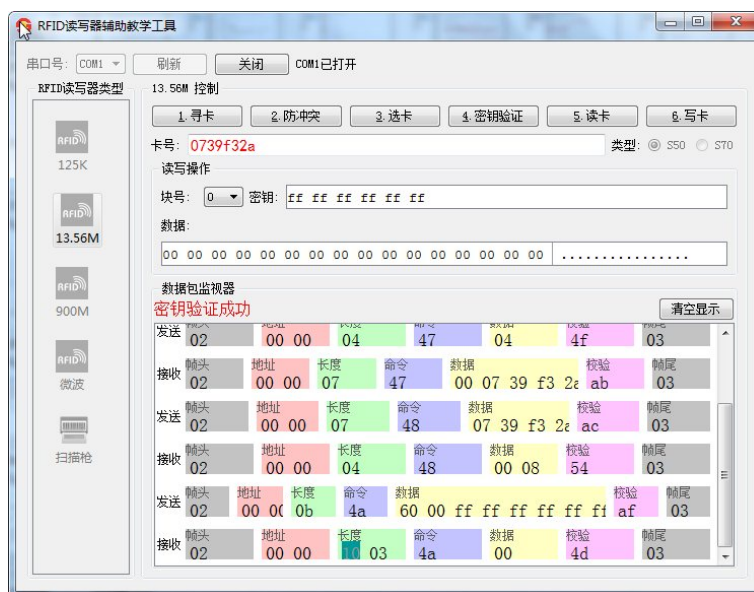

图 7.15 RFID_Tool寻卡实验
- 依次单击“13.56M控制”下的“1.寻卡”、“2.防冲突”、“3.选卡”、“4.密钥验证”按钮，观察“数据包监视器”下方显示“密钥验证成功”，密钥验证成功后便可对IC卡进行写操作，如图 7.15所示：